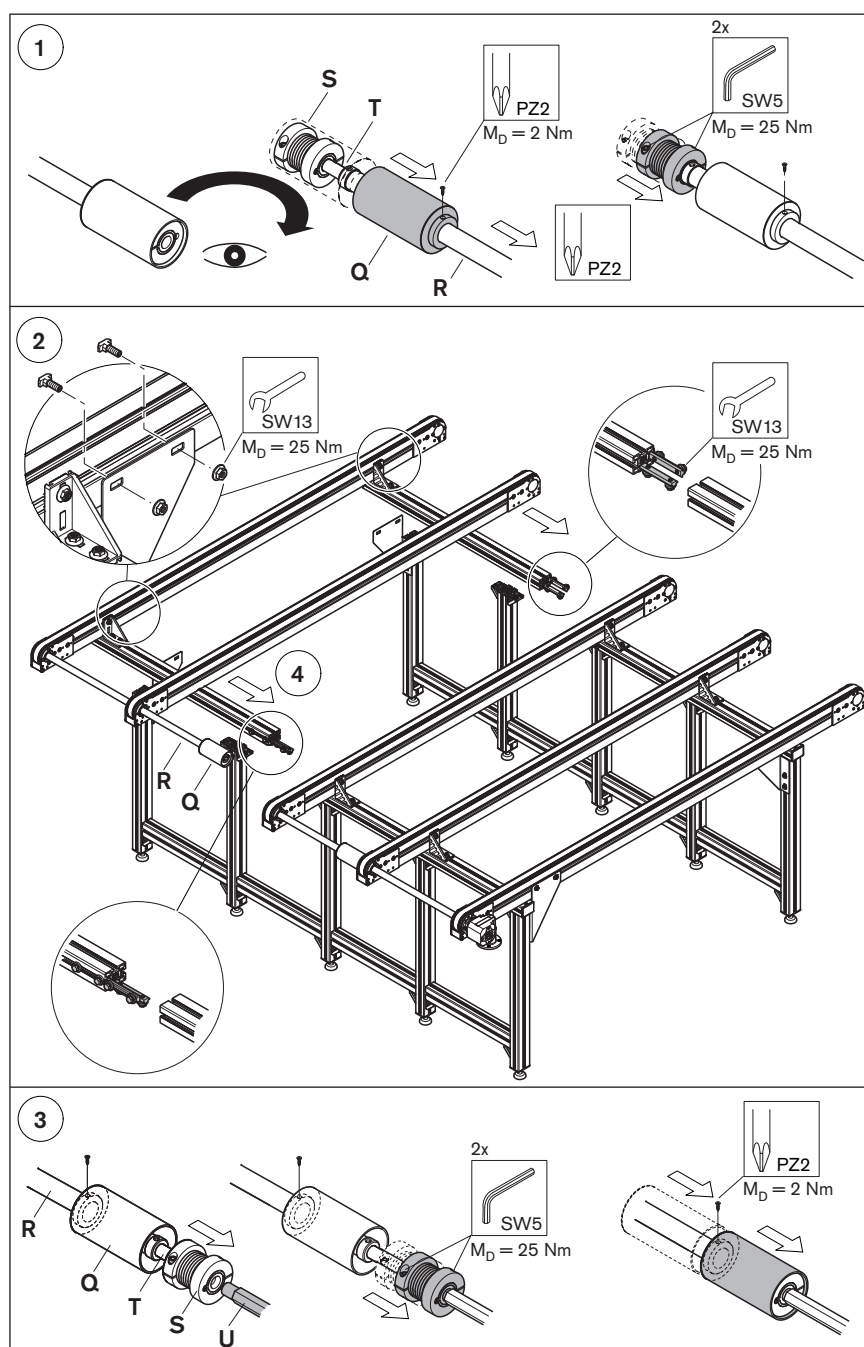

Fig. 8
- ▶ Raccordez le moteur en étoile ou en triangle conformément aux schémas de raccordement, voir « Fig. 8 », ainsi qu'au schéma de raccordement du bornier de connexion.
- ▶ Pour modifier le sens de rotation du moteur, permutuez deux fils quelconques (L1, L2 ou L3, voir « Fig. 8 »).